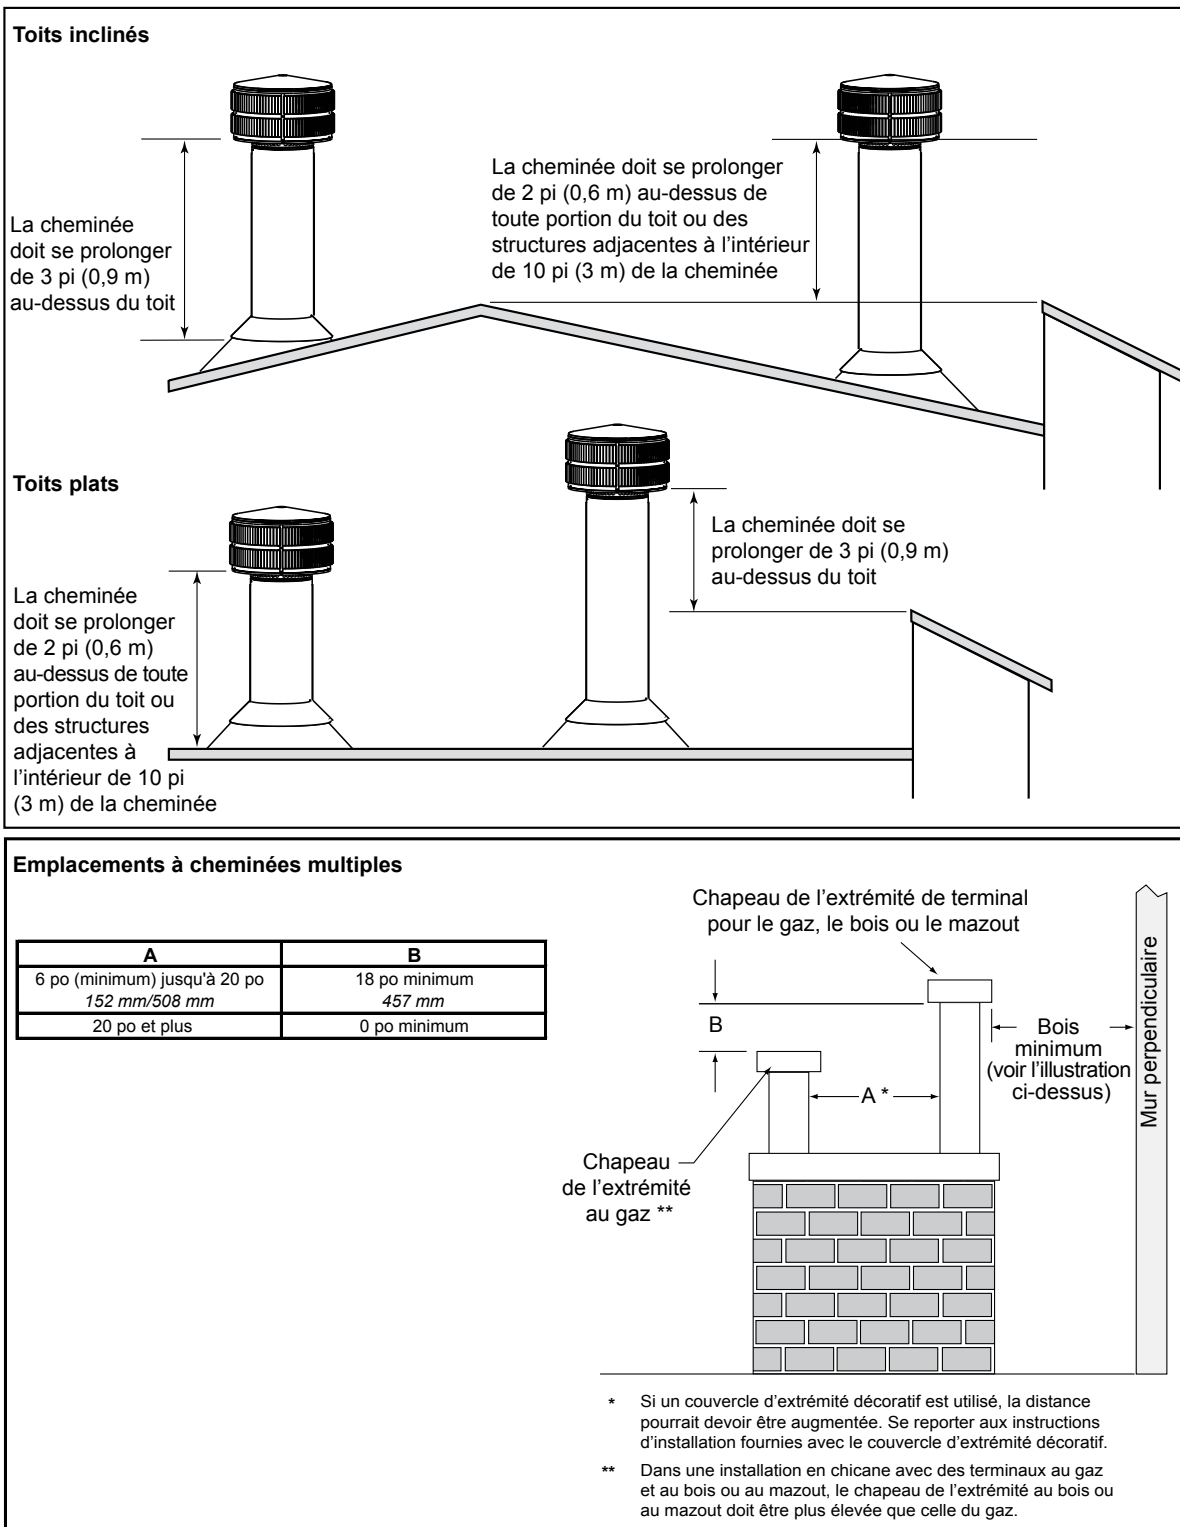

Figure 8.7 Emplacements à cheminées multiples
- Le bas du pare-vent doit être d'au moins 3 pi (0,91 m) au-dessus du toit ET au moins 2 pi (0,61 m) au-dessus de toute portion du toit à l'intérieur de 10 pi (3,05 m) comme illustré à la figure 8.7.
- La distance requise entre les extrémités est illustrée à la figure 8.7.